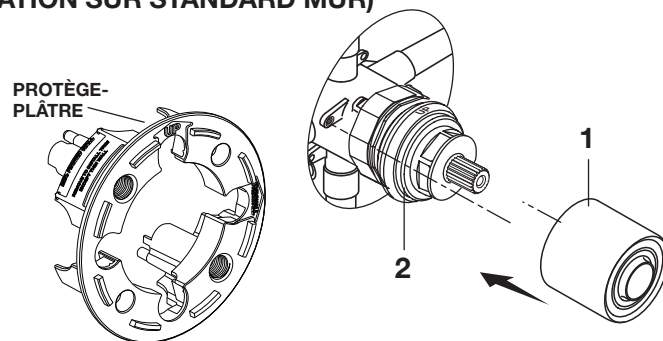

Figure 1.
- **Figure 1.** Retirez le protège-plâtre de la valve. Poussez le CAPUCHON (1) sur la CARTOUCHE DE LA VALVE (2) jusqu'à ce qu'elle repose contre la butée.